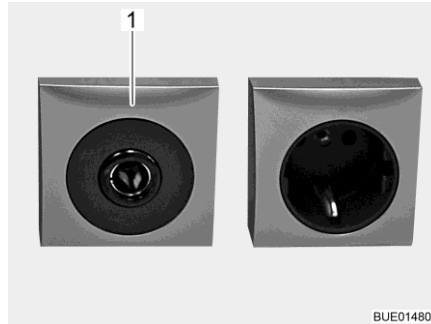

Bild 189 Steckdose 12 V/10 A
- ▷ An die Steckdosen (Bild 189,1) des 12-V-Bordnetzes nur Geräte mit maximal 10 A anschließen.